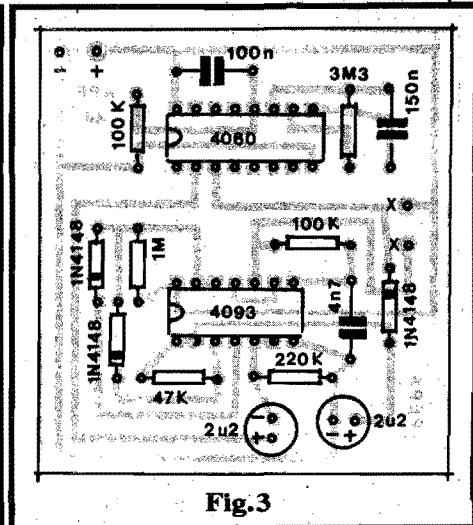

Fig.3
- FIG. 3 - CHAPEADO DA MONTAGEM - O lado não cobreado da placa mostra, agora, as peças já "repousando" em suas posições definitivas... Pedimos aos Leitores/Hobbystas (como é costume), a maior atenção na colocação dos componentes polarizados, ou sejam: os Integrados, os diodos e os capacitores eletrolíticos (qualquer desses que for colocado "invertido" na placa, "danará" tudo, além de poderem ocorrer danos à própria peça...). Quanto aos resistores e capacitores de poliéster, cuidado para não "trocar" suas posições em função